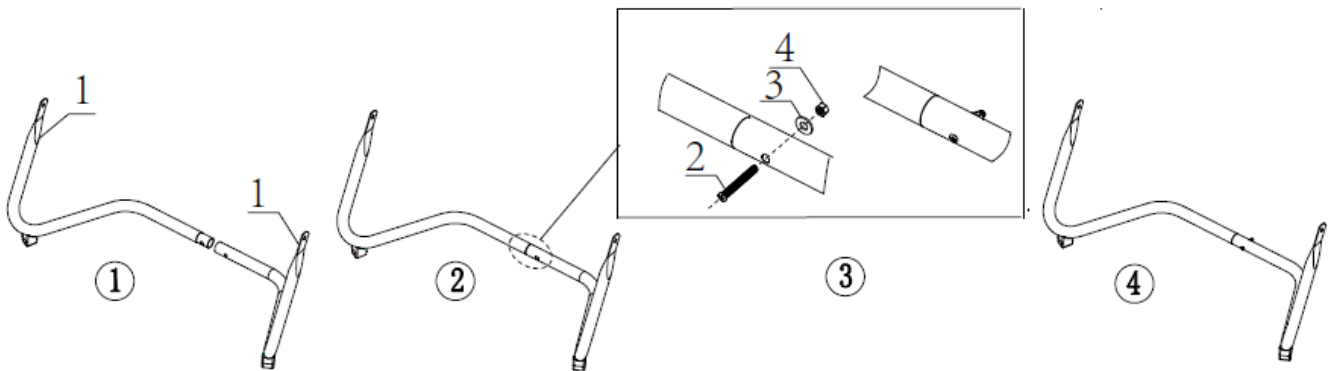

Fig. 1
Sæt højre og venstre støttebeslag (1) sammen, og spænd dem sammen med skruen (2), spændeskiven (3) og møtrikken (4). (Fig. 1)